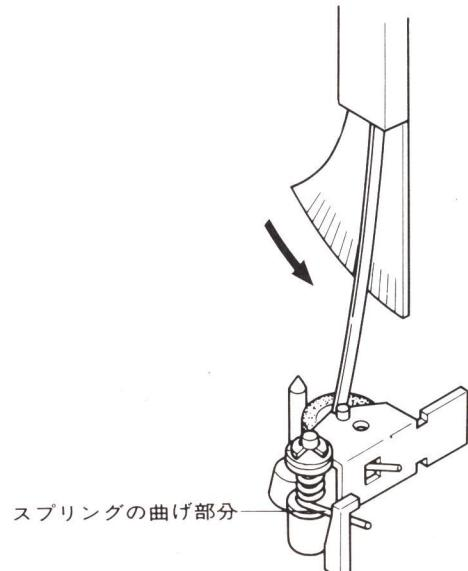

Fig.6-6
- 2) デッキをプレイ・モードにして、Fig.6-6 のようにトルク秆をピンチ・ローラのシャフトの近くにセットします。
- 5) もし指示値から外れている場合は、ピンチ・ローラの圧着スプリングを交換するか、Fig.6-6 のスプリングの部分を曲げて調整してください。